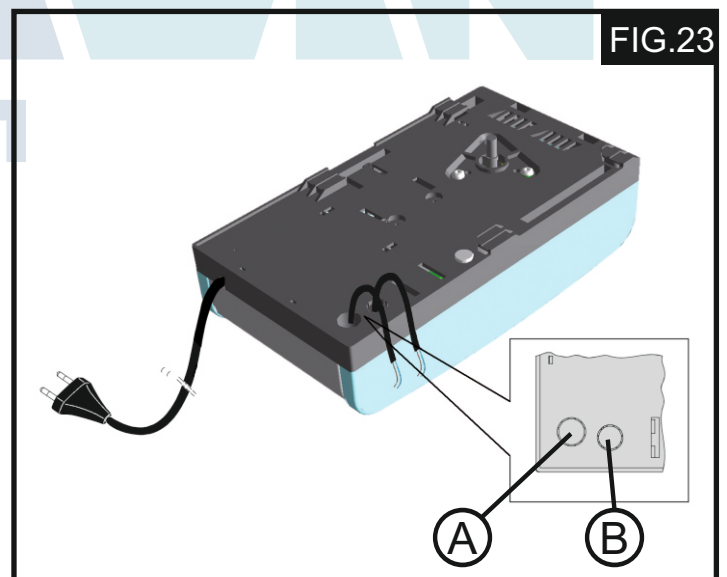

FIG.23
- Para la conexión de los mandos externos, de los dispositivos de seguridad y de las señalizaciones, rompa la zona precortada (Fig.23, Ref.A).
- Para la conexión del borde de seguridad, (Vea el punto 14.3.), rompa la zona precortada (Fig.23, Ref.B).